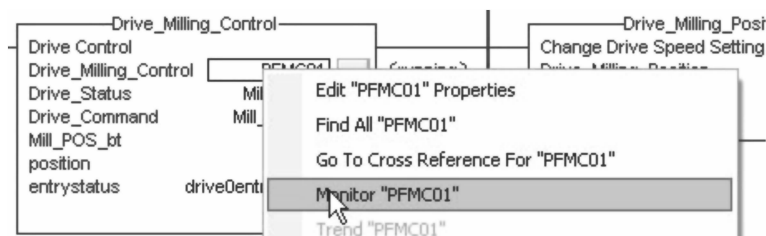

图 20-29 Monitor “PFMC01” 命令
9. 右键单击“PFMC01”并选择“Monitor “PFMC01””，如图 20-29 所示。